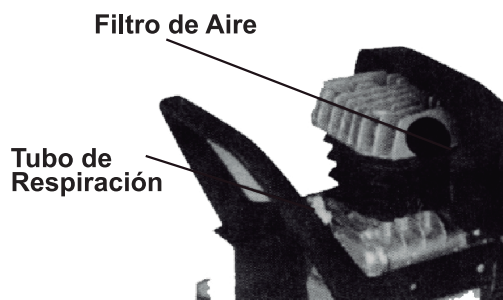

Fig. 3
9.1. Primero quite la tapa y ponga el tubo de respiración y el filtro de aire antes de que el compresor funcione (Fig.3).